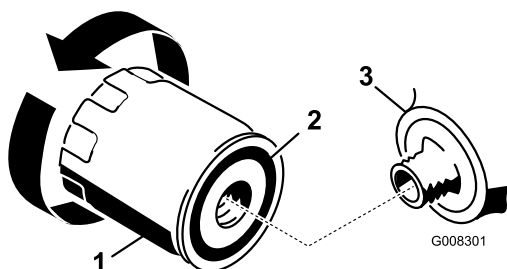

Figure 27
2. Déposez le filtre à huile usagé et essuyez la surface du joint de l'adaptateur (Figure 27).
3. Appliquez une fine couche d'huile moteur neuve sur le joint en caoutchouc du filtre de rechange (Figure 27).
5. Serrez alors de 1/2 à 3/4 de tour supplémentaire (Figure 27).